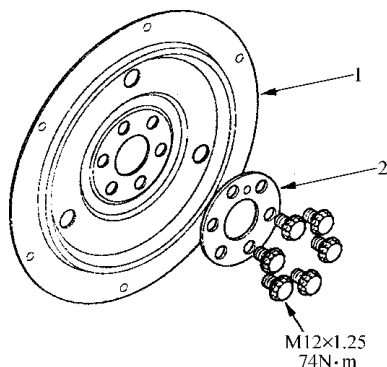

图 5-56 拆卸驱动板
44) 如图 5-56 所示, 将驱动板和垫圈从发动机曲轴上拆下来。